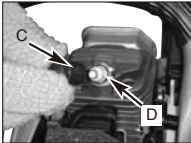

Fig. 18B
3. Træk kabelstikket (C) af tændrøret (D), ved at trække og dreje på samme tid (Fig. 18B).